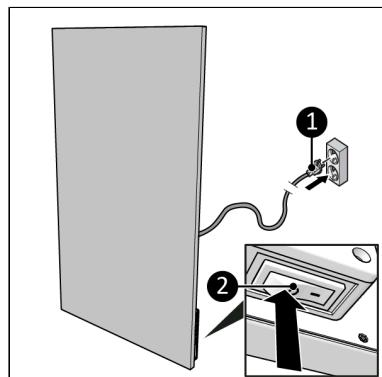

Figure 72.
2. Säkerställ att PÅ/AV-knappen befinner sig i Avstängt läge (Figure 72, pos. 2).
3. Sätt i elkontakten (Figure 72, pos. 1) i ett jordat eluttag som är lättåtkomligt. Använd ett jordat eluttag med en minsta effekt på 1 000 W.